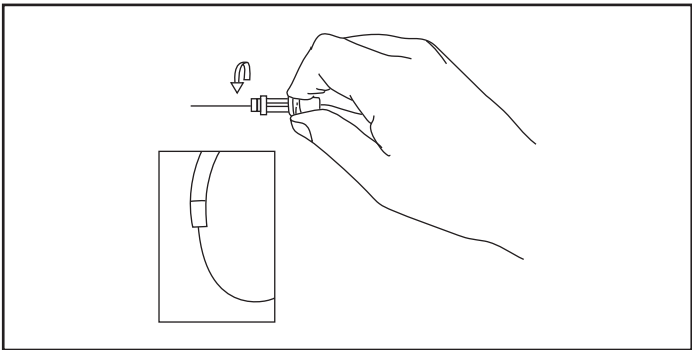

Figure 4.
**Étape 3.** Si la boucle n'est pas éliminée, faire tourner le guide d'un demi-tour dans la direction opposée (sens contraire des aiguilles d'une montre) et procéder à une réévaluation (voir la figure 4).